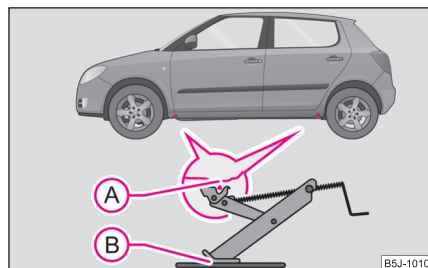

Fig. 163 Înlocuirea roții:
- Pentru ridicarea autovehiculului căutați punctul de fixare a cricului cel mai apropiat de roata defectă ⇒ fig. 163.